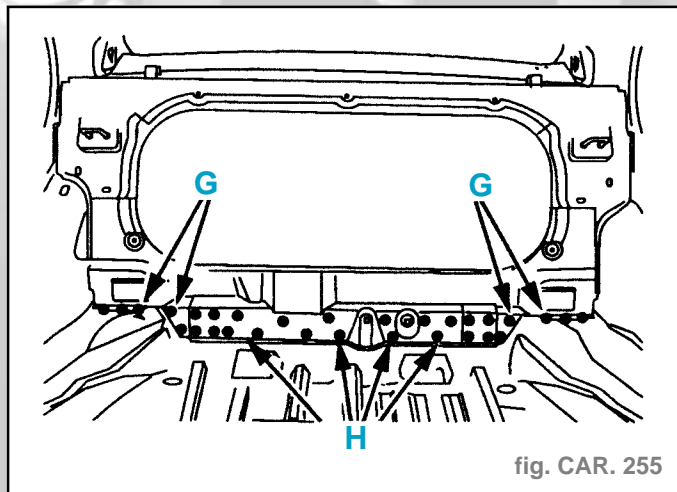

fig. CAR. 255
- Souder par points bouchons au MIG (suivant G) (fig. CAR. 255).